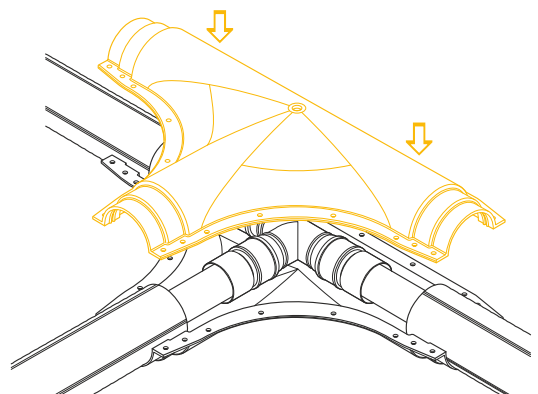

Рис. 4.7.5
5. Установить верхнюю половину защитного кожуха; совместить отверстия для болтов на верхней и нижней половинах кожуха (рис. 4.7.5).